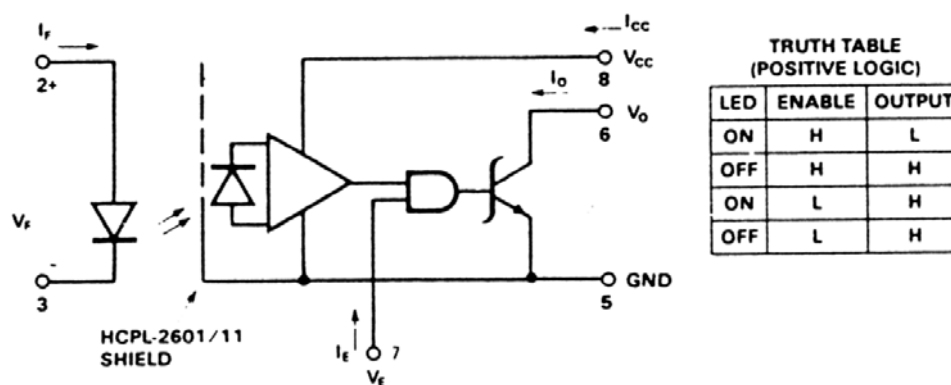

Abb. 5 Optokoppler (Quelle: Hewlett-Packard)
14. Wir lösen Aufgabe 13 erneut, und zwar unter Nutzung eines Optokopplers (Abb. 5). Geben Sie die erforderliche Beschaltung an und dimensionieren Sie die passiven Bauelemente. Optokoppler-Eingang: Flußspannung = $1,7 V$, Durchlaßstrom = $20 mA$. Optokoppler-Ausgang: Kollektorstrom = $20 mA$, Betriebsspannung $+12 V$, Speisespannung $V_{CC} = +5 V$.